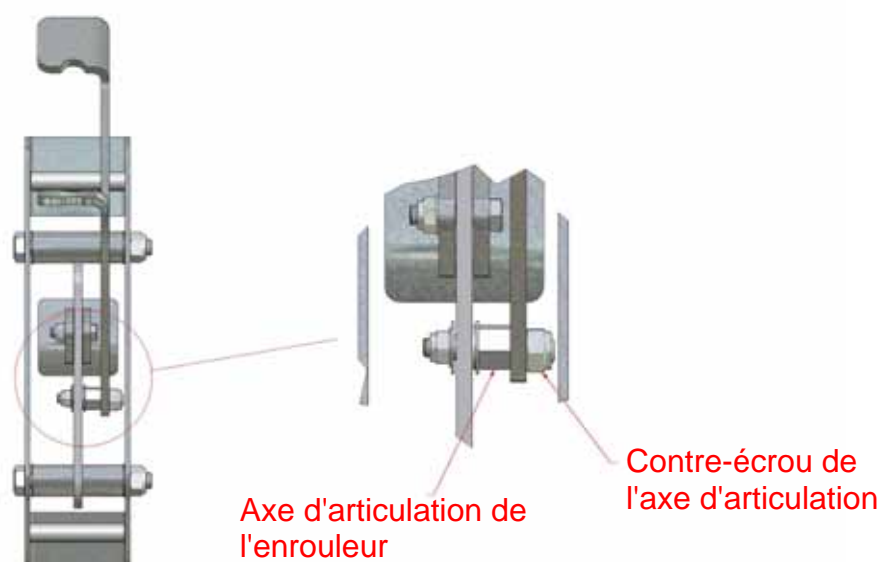

Figure 28 : réglage de la détente du loquet
- Si la détente du loquet de verrouillage venait à s'user pour finir par empêcher le loquet de rester en position déverrouillée, il est possible d'ajuster l'axe d'articulation de l'enrouleur pour en accroître la force de détente. Desserrer le contre-écrou de l'axe et faire tourner l'axe d'articulation de l'enrouleur sur 1/8e de tour, Figure 28. Serrer le contre-écrou de l'axe d'articulation et tester, et répéter l'opération si nécessaire.